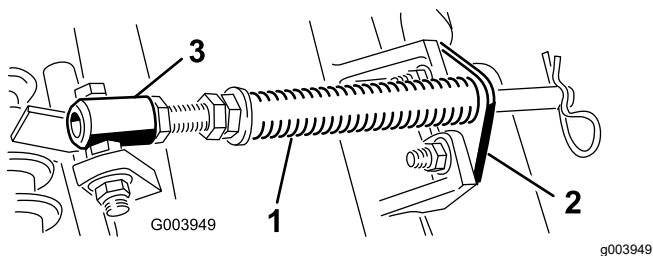

Figura 4
1. Retire los 2 pernos de cuello cuadrado y las tuercas que sujetan el soporte de la varilla a las pestañas de la unidad de corte (Figura 4).
2. Retire la tuerca con arandela prensada que fija el perno del tubo del muelle a la pestaña del bastidor de tiro (Figura 4), y retire el conjunto.
Nota: Coloque la cabeza del perno en el exterior de la pestaña, según se muestra en Figura 4.